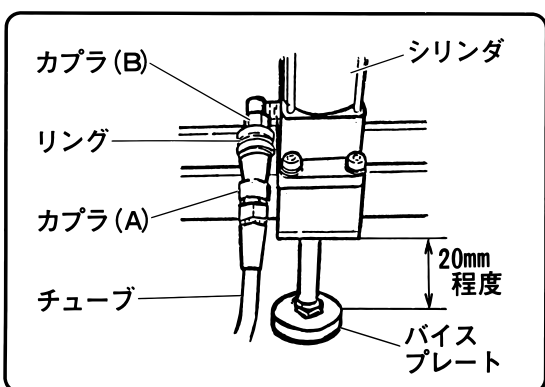

図 33
- カプラ (A) を取りはずす時は、必ずバイスプレートを20mm程度 (図33) 下げてから取りはずしてください。バイスプレートを下げないと、シリンダ内部に圧力が加わった状態になり、カプラ (A) を取付ける場合に、スムーズに取付かない場合があります。
カプラ (A) のリングをチューブ側に引下げ、この状態でカプラ (A) をカプラ (B) にはめ込みます。カプラ (A) とカプラ (B) が突き当たった状態でリングを元の位置に戻します。(図33)